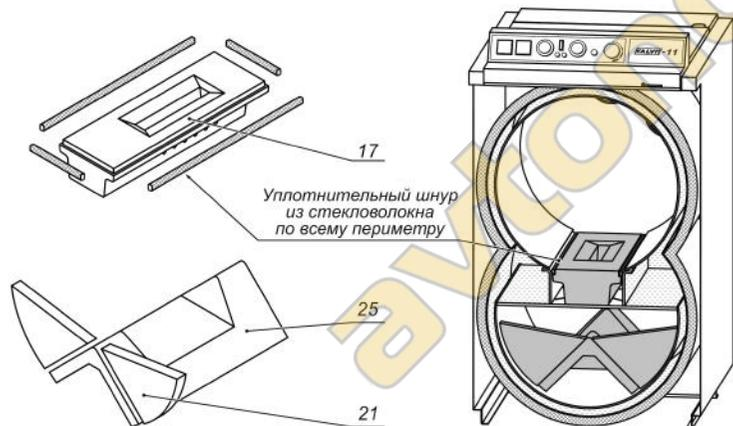

Рис. 5 Расположение жаропрочных плит
Обычно котлы поставляется в собранном виде, но после транспортировки и установки всегда нужно проверить состояние керамических плит из жаропрочного бетона в камере сгорания 5. Как должны быть расположены плиты указано в *рис. 5*. Если котел поступил не собранном вид, тогда сборку камеры сгорания проводить в следующей последовательности:
- Через верхние дверки топки (15) (см. *1а, и рис.5*) в стальную выемку нижней части топки (14) вставляется плита (17), и герметизируется по всему периметру стекловолнистым шнуром.